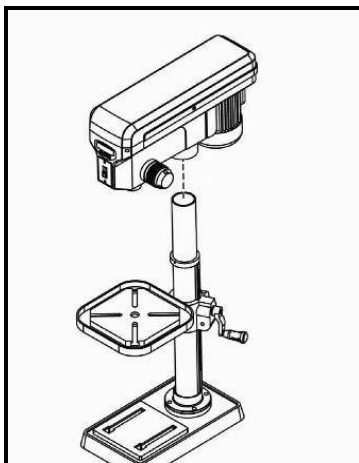

Abb. 4
4. Heben Sie mit einer zweiten Person den Bohrkopf auf die Säule und befestigen Sie diesen mit den Gewindestiften die sich auf der rechten Seite des Bohrkopfes befinden. (Abb.4)